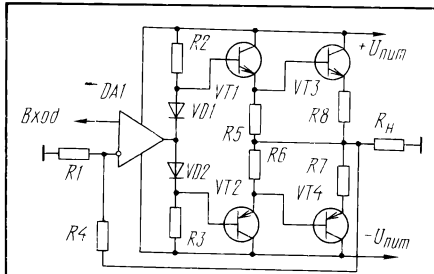

Рис. 1
В усилителях напряжения таких УМЗЧ применяют обычно ОУ. Это позволяет существенно снизить количество элементов, используемых в каскадах предварительного усиления, а значит, повысить надежность и снизить стоимость УМЗЧ. Существует несколько способов соединения ОУ с транзисторами выходных каскадов УМЗЧ [1,2]. Рассмотрим те из них, которые позволяют получить максимальное выходное напряжение при ограниченной величине питающего напряжения бортовой сети автомобиля. При этих условиях в идеальном случае напряжение на нагрузке (U_n) может достигать величины $U_n = 12 \text{ В} - U_{нас}$, где $U_{нас}$ — напряжение насыщения выходного транзистора. Для УМЗЧ, упрощенная схема которого представлена на рис.1, это напряжение будет равно: $U_n = U_{пит} - U_{65VT1} - U_{65VT3} - U_{R8}$ (1), где $U_{пит}$ — напряжение питания, U_{R8} — падение напряжения на резисторе R8, U_{65VT1} , U_{65VT3} — напряжение база-эмиттер транзисторов выходного каскада VT1, VT3. Отсюда следует, что при собранном по этой схеме выходном каскаде выходные транзисторы не могут полностью открыться, поскольку они включены как эмиттерные повторители и напряжения на их эмиттерах отличаются от напряжений на их базах всего на 0,6 В ($U_{65VT1} - U_{65VT3} = 0,6 \text{ В}$).